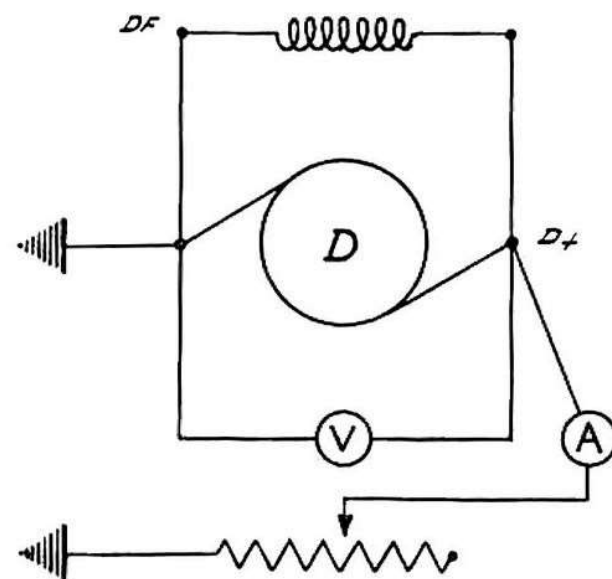

Fig. 116 - Schema prova dinamo sotto carico a tensione costante 6 V.
b) Prova sotto carico a tensione costante 6 V: Fermi restando i collegamenti della prova precedente collegare un reostato tra il D + e la massa con in serie un amperometro (fig. 116). Aumentare gradatamente i giri e regolare il reostato finché con la tensione di 6 V si ottiene una corrente di 7,5 A. La potenza sarà quindi $6 \text{ V} \times 7,5 \text{ A} = 45 \text{ W}$ (potenza nominale). Il numero di giri corrispondente deve essere minore o uguale a 2100 g/1'. Se la dinamo ha le caratteristiche suddette vuol dire che è efficiente, e bisogna quindi cercare la causa nel regolatore.